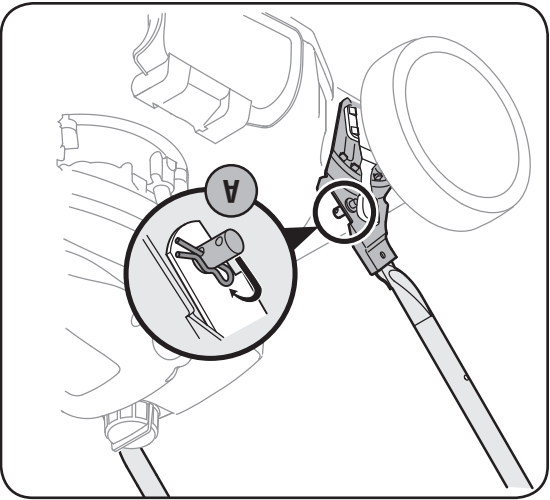

Figure 2
2. Repérez une goupille-épingle dans l'un des trous de la goupille soudée de chaque côté du guidon inférieur. Voir la Figure 2.